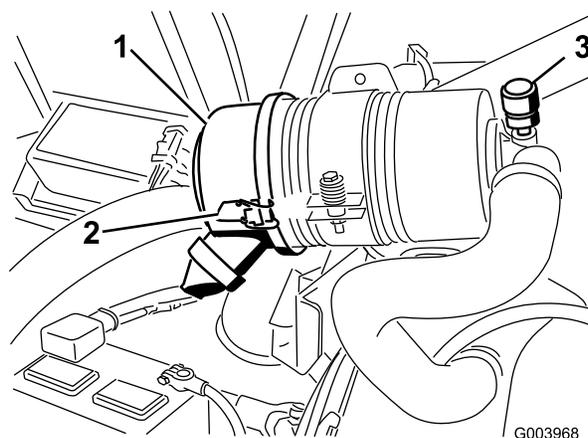

Figura 58
Faça a manutenção ao filtro de ar apenas quando o indicador de manutenção (Figura 58) o exigir. Mudar o filtro de ar antes de ser necessário apenas aumenta a possibilidade de entrar sujidade no motor quando se retira o filtro.
1. Liberte os trincos que fixam a cobertura do filtro de ar ao respetivo corpo (Figura 58).